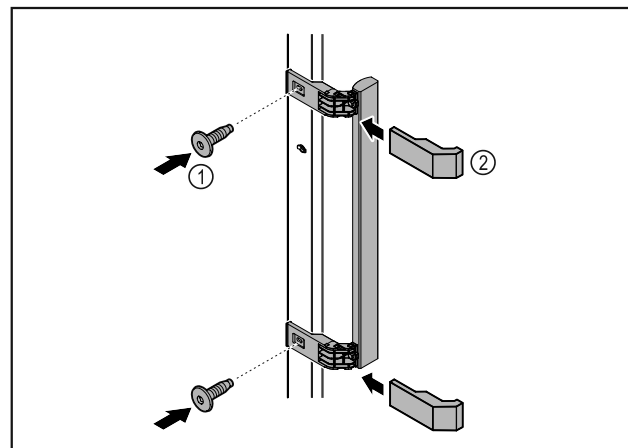

Fig. 7
dega Fig. 7 (1) ukse külge.
- Pange kate Fig. 7 (2) peale.